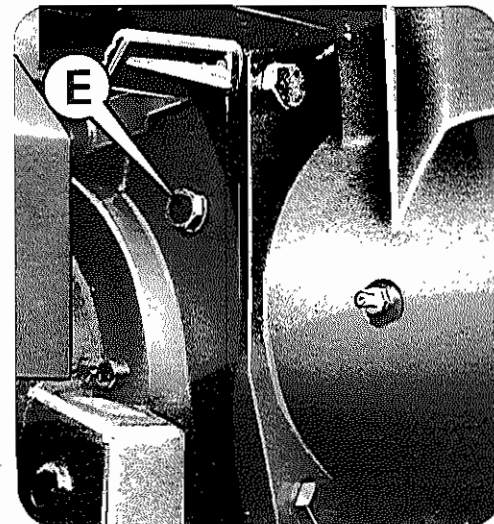

FIG. 33
- Tractors series 6000: oil level must reach the lower edge of level screw E (Fig. 33)
- Tracteurs série 6000: le niveau doit atteindre le trou de la vis de niveau E (fig. 33)
- Tractores serie 6000: el nivel debe rozar el agujero del tornillo de nivel E (fig. 33)